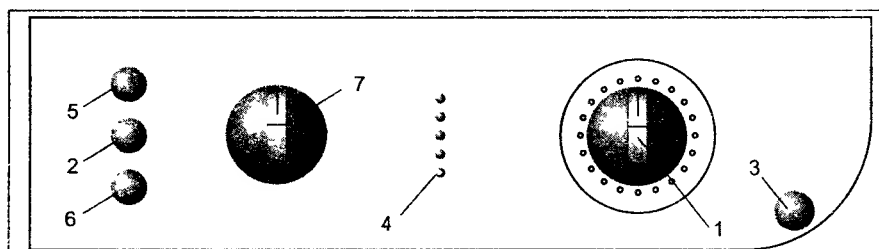

Рис. 1.7.3
Внешний вид передней панели CM представлен на рис. 1.7.3.
- устанавливают ручку программатора 1 (рис. 1.7.3) в положение «40 °C, ДЕЛИКАТНАЯ СТИРКА»;
- ручку регулятора скорости отжима 7 (рис. 1.7.3) устанавливают в положение «9 часов»;
Если в ходе проверки не было выявлено дефектных элементов, гаснет первая сверху лампочка индикатора фаз стирки 4 (рис. 1.7.3).
В ходе выполнения шага 1 внутреннего теста можно проверить работоспособность кнопок 2, 5, 6 (рис. 1.7.3) — при нажатии на соответствующую кнопку она подсвечивается, при повторном нажатии — гаснет.